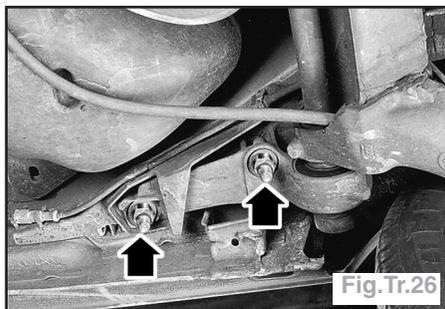

Fig.Tr.26
- Se reporter à l'opération concernée du train arrière type «tube» et Fig.Tr.26.